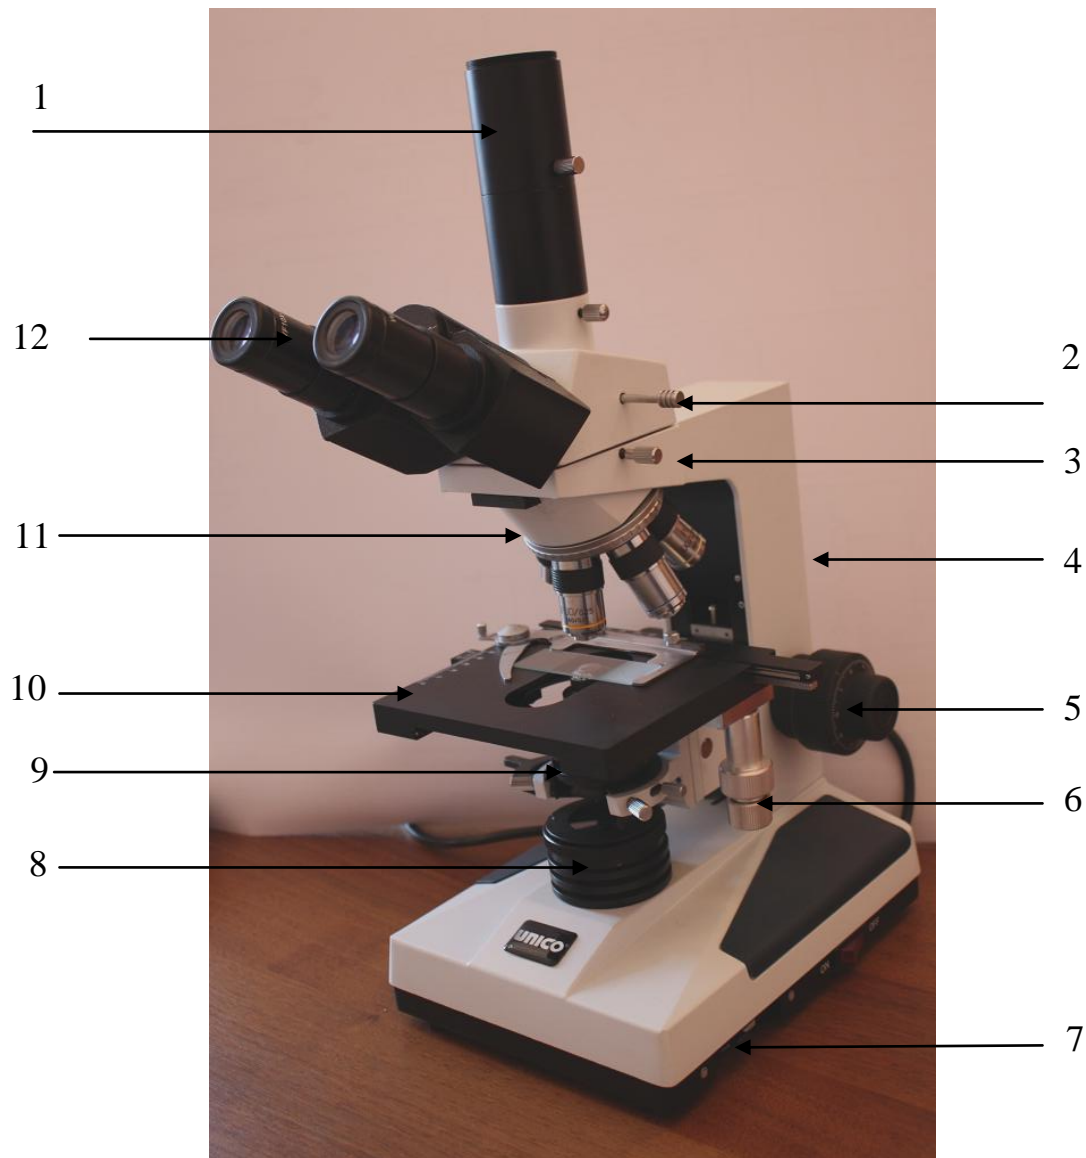

Рисунок 4.1 Мікроскоп UNICO H600, зовнішній вигляд
Основними технічними характеристиками UNICO H600 (рис. 4.1) є:
1. Встановити камеру в адаптер мікроскопа (рис.4.1, поз.1).
12. Обертаючи корпус камери в адаптері камери, добитися, щоб при обертанні ручки переміщення предметного столика управо-вліво (рис.4.1, поз.6) зображення на моніторі ПК «прокручувалося» по горизонталі.